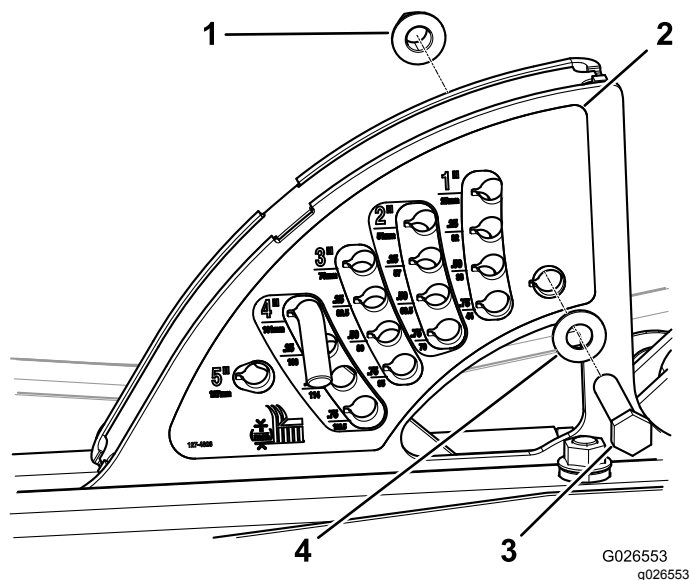

Figura 6
3. Fije la pegatina de alturas de corte nueva al soporte. (Figura 6).
4. Instale el perno (1/2" x 2 3/4"), la arandela plana y la contratuerca (1/2") en el taladro trasero inferior de la pegatina nueva, según se muestra en la Figura 6.